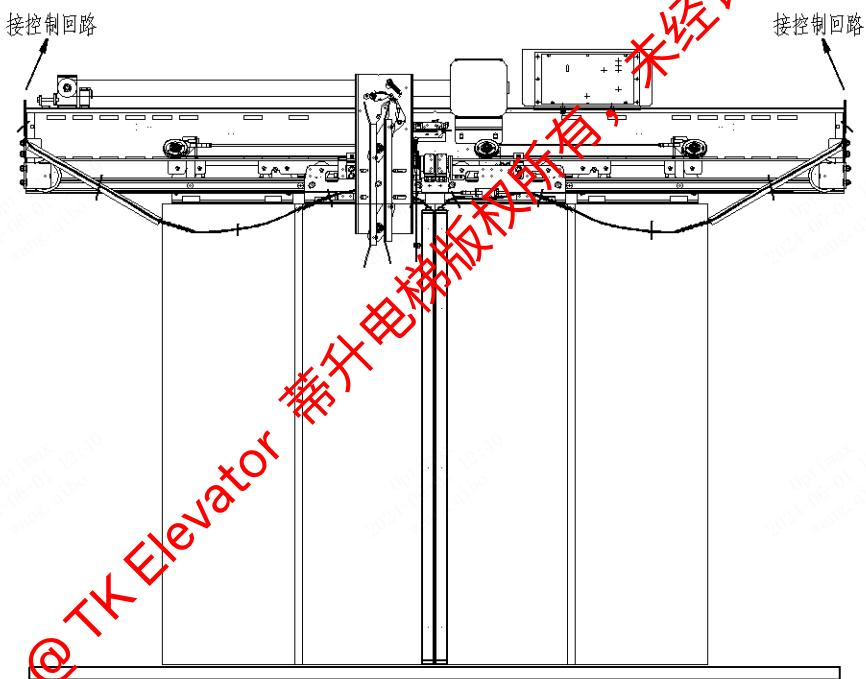

图 3-2m 门保护走线图
1. 光幕装在快轿门上，光幕电缆线在轿门上用倒拉式扎带扎紧，并沿着链条组件，捆缚在链条上，接到轿顶接线盒安全回路上。见图 3-2m 光幕走线(旁开双折走线相同)